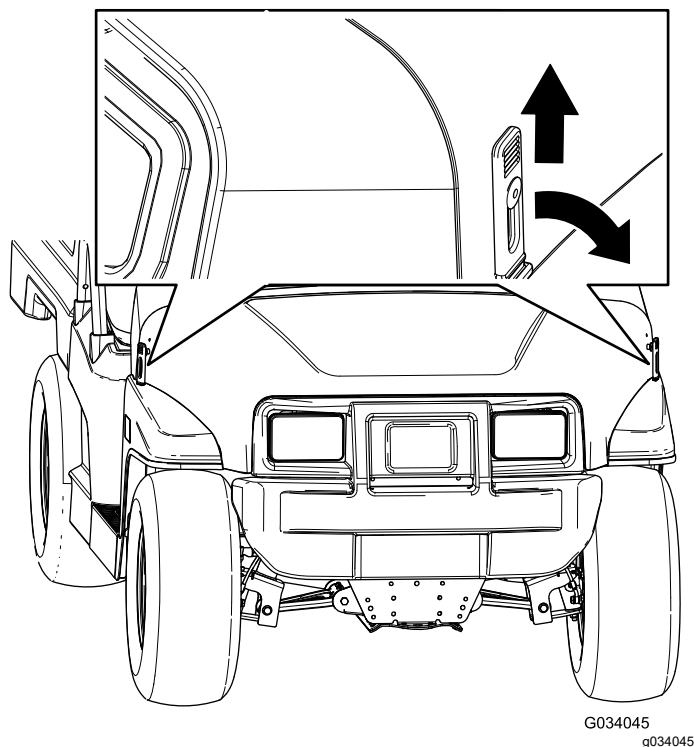

Рисунок 25
1. Поднимите ручки резиновых защелок с каждой стороны капота (Рисунок 25).
2. Закрепите капот, совместив резиновые защелки с фиксаторами защелок с каждой стороны капота (Рисунок 25).